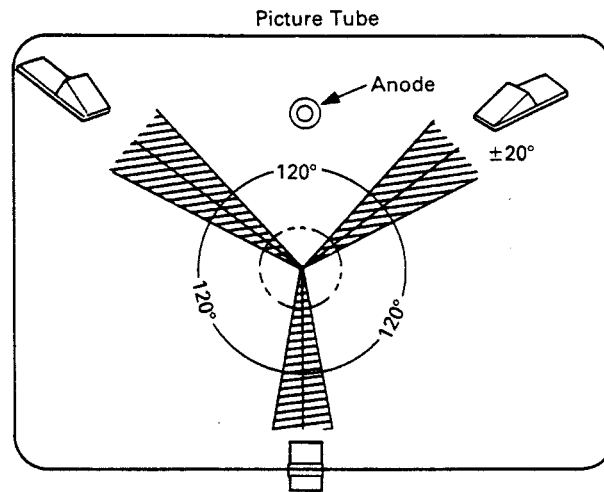

Abb. 14-8
- (4) Die drei Gummikeile werden zwischen Ablenkeinheit und Bildröhre positioniert wie in der Abb. 14-8 gezeigt.